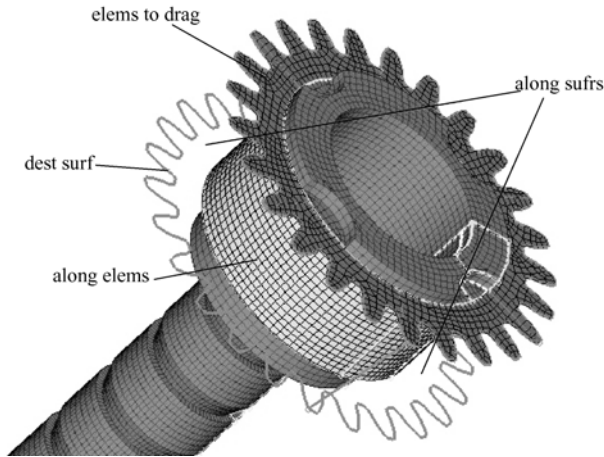

图 5-94 在 2D 网格基础上生成 3D 网格
- (1) 进入 3D>solid map 面板。
- (2) 选择 general 子面板。
- (3) 将 source geom: 切换为 (none)。
- (4) 激活 elem to drag: 单元选择器，选择 STEP 17 生成的 2D 网格。
- (5) 激活 dest geom.: 曲面对象选择器，选择如图 5-94 所示曲面。
- (6) 将 along geom.: 切换为 mixed。
- (7) 激活 surfs 选择器选择两个齿轮侧面。
- (8) 激活 elem 选择器，选择如图 5-94 所示单元。
- (9) 将 along parameters: 切换为 elem size 模式，输入 0.5。
- (10) 单击 mesh 按钮。